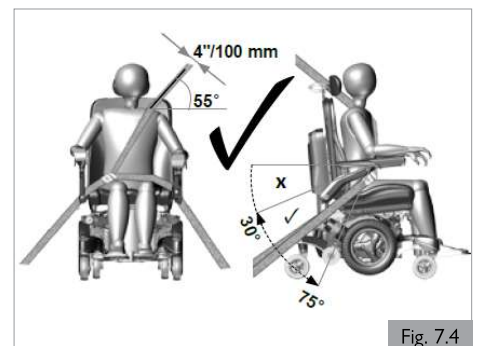

Fig. 7.4
2. Es deseable un ángulo más pronunciado (mayor) dentro de la zona de preferencia, es decir, más cercano, pero nunca superior, a 75° grados (Fig. 7.4).
- a. La correa de sujeción para la parte superior del torso debe acomodarse sobre el hombro y a través del pecho, tal y como se muestra (Fig. 7.4). Las correas de sujeción deben ajustarse tan firmemente como sea posible, según la comodidad del usuario.